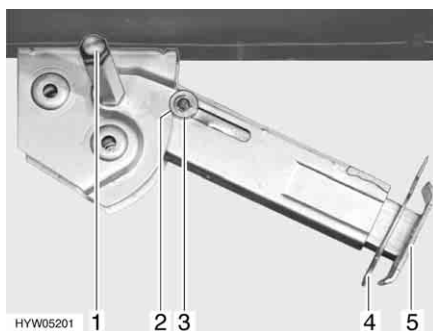

Fig. 53 Vérin stabilisateur
- Placer la clé à pipe sur l'écrou à six pans (Fig. 53,1) et tourner jusqu'à ce que le vérin stabilisateur soit en position verticale vers le bas.
- Retirer la goupille (Fig. 53,4) de la rallonge du pied d'appui (Fig. 53,5).
- Placer la clé à pipe sur l'écrou à six pans (Fig. 53,1) et tourner jusqu'à ce que le vérin stabilisateur se dégage du sol.
- Rentrer complètement la rallonge du pied d'appui (Fig. 53,5) et insérer la goupille (Fig. 53,4) dans le trou prévu à cet effet.
- Tourner la clé à pipe sur l'écrou à six pans (Fig. 53,1) jusqu'à ce que le vérin stabilisateur ait pivoté vers le haut et le disque de guidage (Fig. 53,3) soit complètement rentré dans l'encoche (Fig. 53,2).